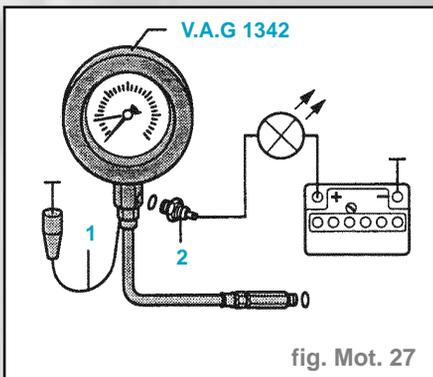

fig. Mot. 27
- Dévisser le contacteur de pression d'huile et visser le contrôleur de pression d'huile **V.A.G. 1342** (fig. mot. 27).